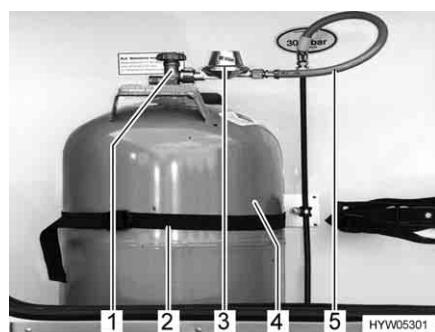

Fig. 52 Vano portabombole
- Chiudere la valvola principale di arresto (Fig. 52,1) della bombola del gas (Fig. 52,4). Osservare la direzione della freccia.
- Svitare manualmente il regolatore di pressione del gas (Fig. 52,3), con il tubo del gas (Fig. 52,5), dalla bombola del gas (filettatura sinistrorsa).
- Allentare le cinghie di fissaggio (Fig. 52,2) ed estrarre la bombola del gas.